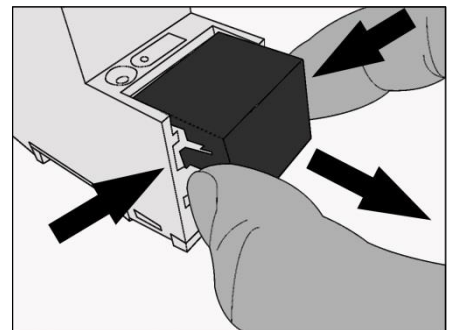

Abbildung 3
**Abdeckkappe entfernen, Abbildung 3**
- Programmier-taste (1) kurz drücken.
- Programmier-LED (4) leuchtet rot.
- Programmier-LED (4) erlischt.